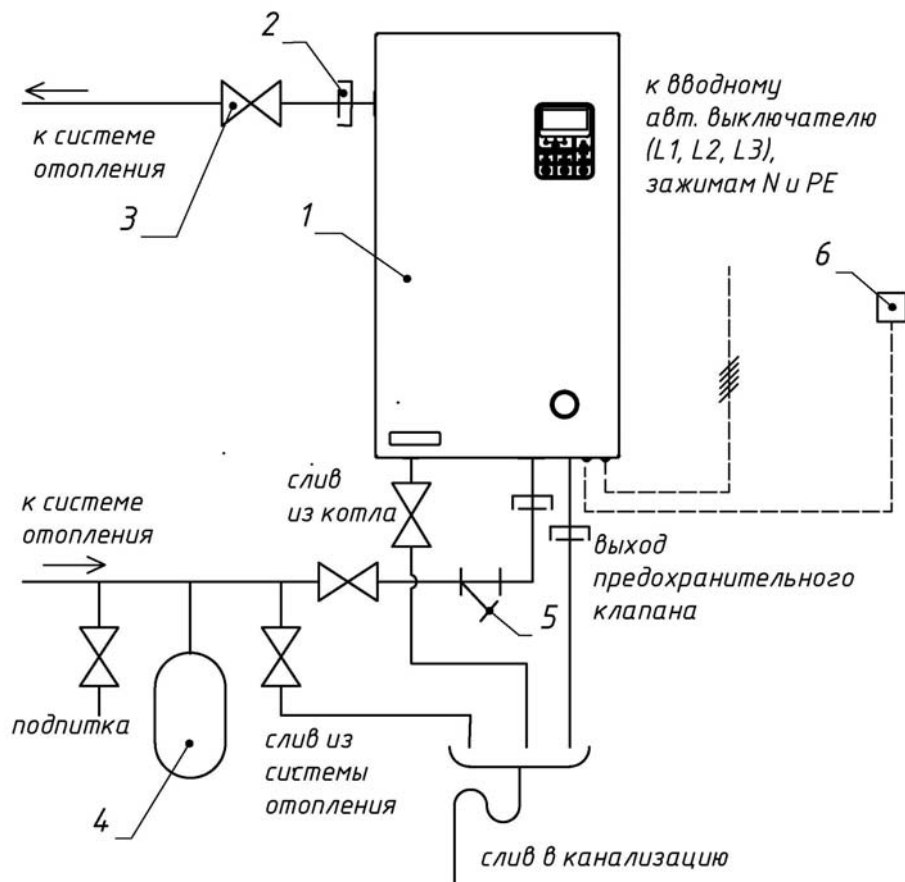
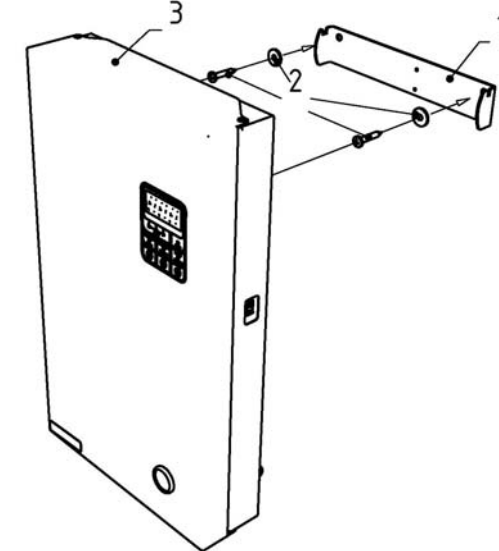

Рис. 6 Упрощенная схема подключения прибора в отопительную систему.
Рис. 7 Монтаж котла на стену
- ✓ Произвести разметку и установить кронштейн (1) (Рис. 7) на поверхности стены в горизонтальном положении. Крепеж (2) подбирается исходя из материала стен.
- ✓ Закрепить прибор (3) на кронштейне (1). Проверить что между прибором и стеной остался зазор обеспечивающий естественную циркуляцию воздуха в приборе.
- ✓ Присоединить прибор к системе отопления через разъемные муфты (Рис. 6) Подключить выход клапана к сливу в канализацию.
- ✓ Для подключения прибора к однофазной сети переменного тока 220В, 50 Гц (модель 7,5 кВт.) на фазных клеммных зажимах должны быть установлены перемычки. (стоят по умолчанию.) Присоедините рабочий нулевой провод на клеммный зажим нейтраль (N), фазный провод на клеммный зажим L1. Провод заземления, подключить на зажим заземления (E).
- ✓ Для подключения прибора к трехфазной сети переменного тока 380В, 50 Гц (модель 7,5 кВт), необходимо убрать переключки, установленные на клеммных работах, (на модели 10-30 кВт, переключки не устанавливаются) присоедините рабочий нулевой провод на клеммный зажим нейтраль (N), фазные провода на клеммные зажимы L1, L2, L3. Провод заземления, подключить на зажим заземления (E).